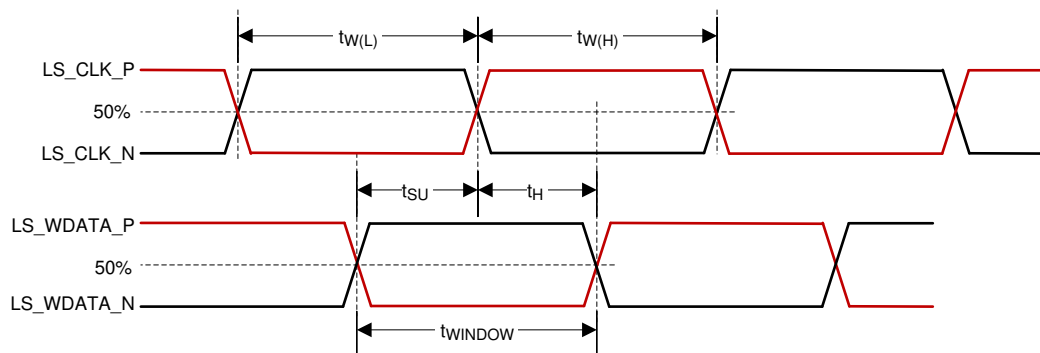

图 5-5. LSIF 时序要求
(3) 有关 LSIF 的高电平和低电平脉冲持续时间, 请参阅图 5-5。
(4) 有关 LSIF 的建立时间和保持时间, 请参阅图 5-5。